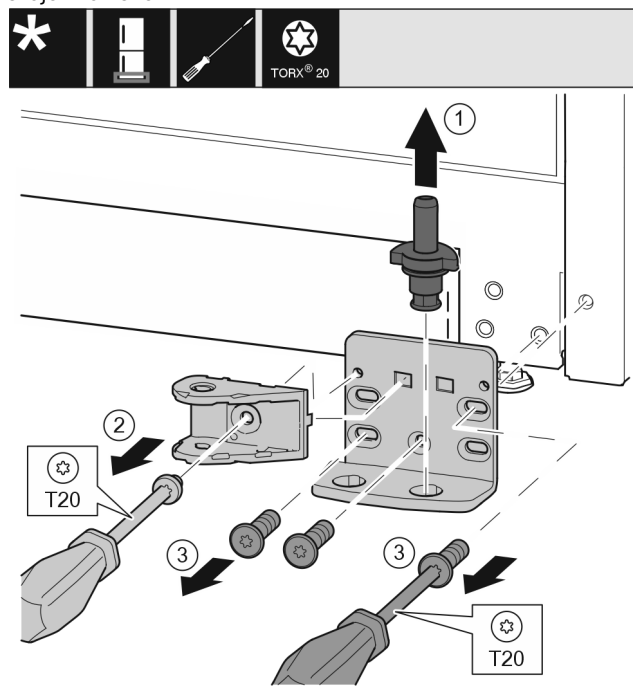

Fig. 43 *
- Ložiskový čep Fig. 43 (1) celý vytáhněte nahoru.*
- Šroubovákem vyšroubujte šrouby Fig. 43 (2) a sejměte spojení tlumiče zavírání.*
- Šroubovákem vyšroubujte šrouby Fig. 43 (3) a sejměte stojan ložiska.*